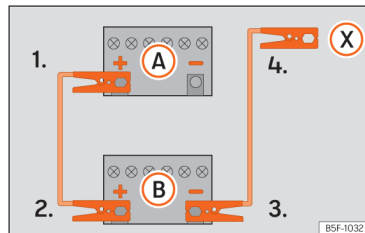

Fig. 212 Esquema de conexión para vehículos sin sistema Start Stop.
4. Vehículos sin sistema Start-Stop: emborne un extremo del cable negro de emergencia al polo negativo (-) del vehículo que suministra la corriente (**B**) >>> **fig. 212**.